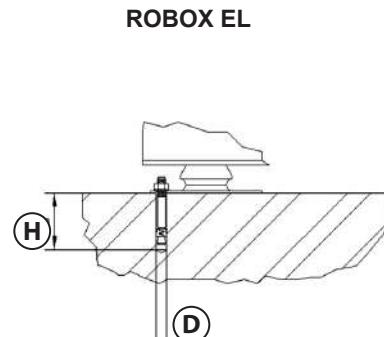

Fig.7B
- Piercer le sol comme indiqué sur la Fig. 7B.
- Fixer les pieds à l'aide de chevilles à expansion, comme indiqué sur la Fig. 7B.